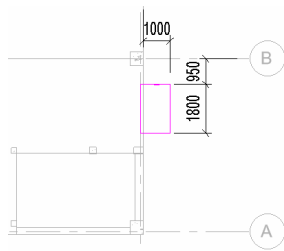

图 15-72 绘制边界线 (4)
(21) 单击“结构”选项卡“结构”面板中的“楼板: 结构”按钮, 打开“修改|创建楼层边界”选项卡和选项栏。
(22) 在“属性”选项板中选择“雨搭”类型, 设置“标高”为“首层”, 输入“自标高的高度”为“2200.0”。
(23) 单击“绘制”面板中的“边界线”按钮和“矩形”按钮, 绘制边界线, 如图 15-72 所示。